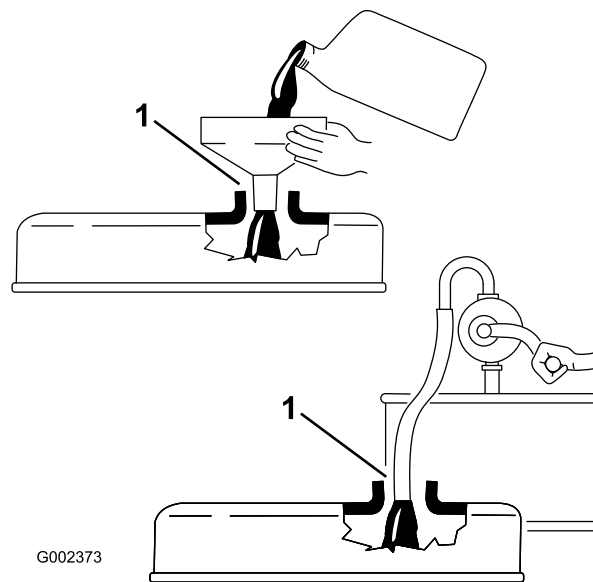

Figure 44
3. Si le niveau d'huile est trop bas, enlevez le bouchon de remplissage (Figure 44) et faites l'appoint pour amener le niveau au repère maximum sur la jauge.
Important: Lorsque vous faites l'appoint ou le plein d'huile moteur, maintenez un espace entre le dispositif de remplissage et l'orifice de remplissage d'huile dans le couvre-culasse, comme montré à la Figure 44. Cet espace est nécessaire pour assurer l'aération pendant le remplissage et empêcher l'huile de déborder dans le reniflard.